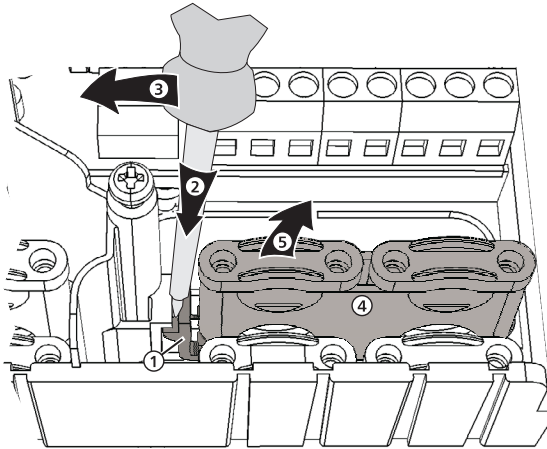

Abb. 5: Rechte Kunststoffbrücke entfernen
1. Schlitzschraubendreher an der rechten Kunststoffbrücke zwischen Gehäuse und Federklemme ① ansetzen ② (Abb. 5).
2. Schlitzschraubendreher vorsichtig nach links drücken ③. Dabei die Federklemme ① nach rechts hebeln, bis die Kunststoffbrücke ④ frei ist.
3. Kunststoffbrücke mit der freien Hand nach oben herausziehen ⑤.